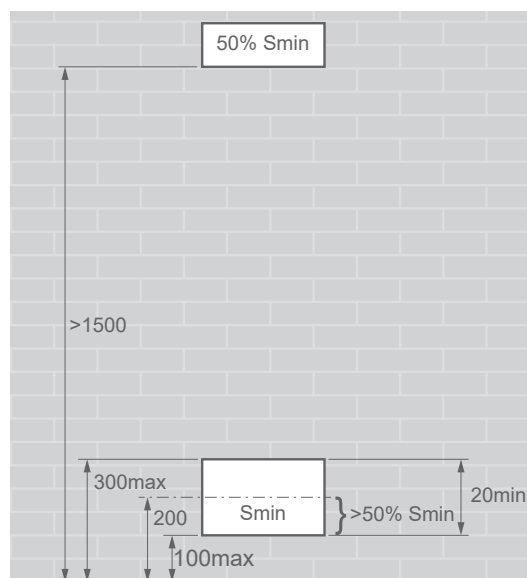
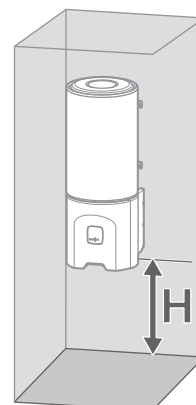

fig. 24 - Position des ouvertures pour la ventilation
fig. 25 - Surface minimum d'installation
- Conformément à la norme **IEC 60-335-2-40**, le module hydraulique de la PAC ainsi que toutes les liaisons frigorifiques qui traversent le domaine habité doivent être installés dans des pièces respectant la surface minimale (fig. 25).
si la surface minimale (fig. 25) ne peut être respectée, suivre les instructions de la fig. 27 pour prendre en compte les surfaces des pièces adjacentes et la création des aérations (voir fig. 24 et fig. 26).